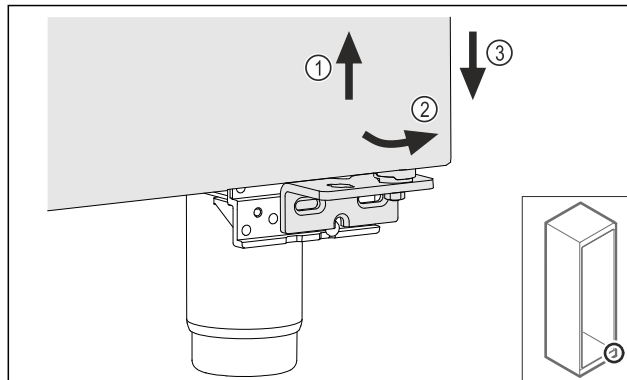

Fig. 19
- ▶ Mírně zvedněte dveře Fig. 19 (1), nakloňte je dopředu ve spodní části Fig. 19 (2) a spusťte je Fig. 19 (3).